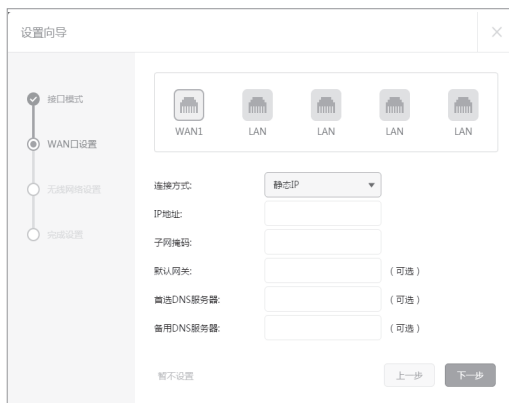

图4-4 WAN口设置-静态IP
- 3) 如果连接方式为“静态IP”，即拥有网络服务商提供的固定IP地址，则需要填写IP地址、子网掩码、网关地址和DNS服务器等内容，如图4-4所示。